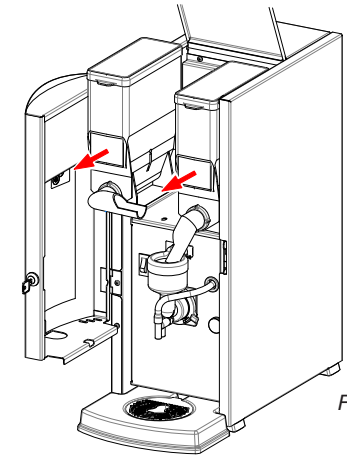

Fig. 15
1. Klap het deksel (fig. 15) van het apparaat open.